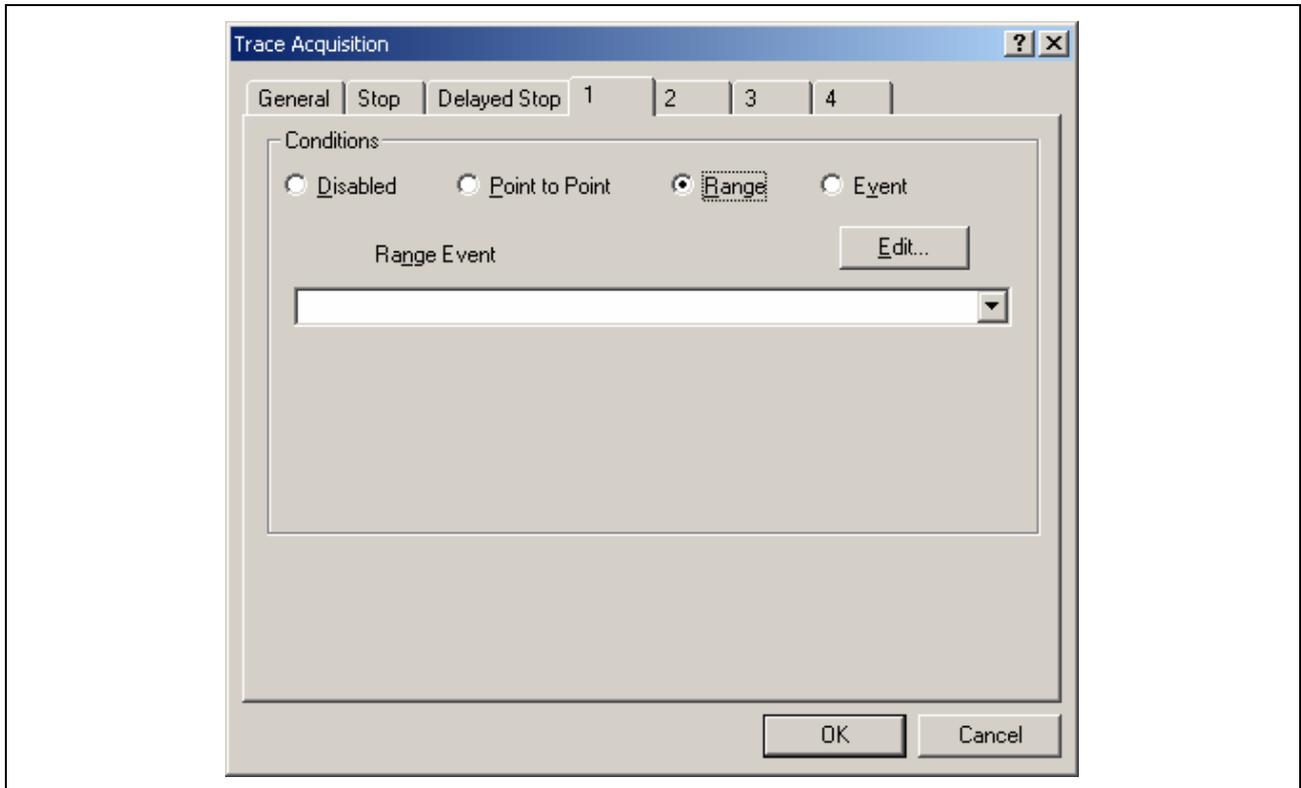

图 6.46 [Trace Acquisition] (跟踪获取) 对话框 (显示页 [1])
- 选择页 [1]，然后在 [Conditions]（条件）分组框中单击 [Range]（范围）单选按钮。这将显示 [Range Event]（范围事件）组合框和 [Edit...]（编辑...）按钮（参考图 6.46，[Trace Acquisition]（跟踪获取）对话框）。